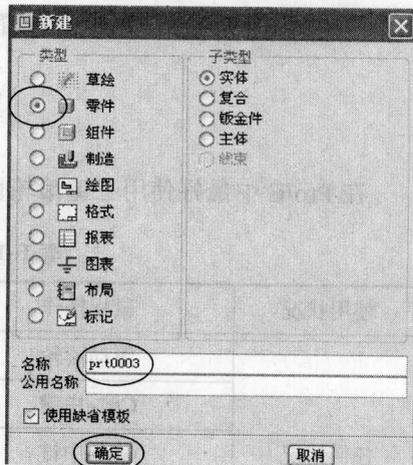

图 1-9 【新建】对话框
- (2) 出现【新建】对话框后，在【类型】选项组选择【零件】单选按钮，接着在【名称】文本框中输入文件名称，然后单击【确定】按钮，如图 1-9 所示。